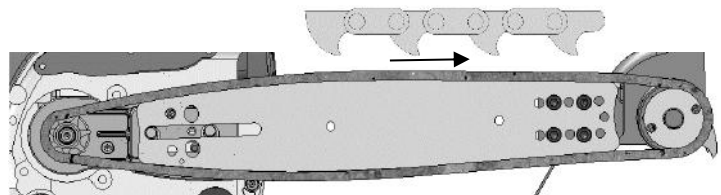

Abb. 3: Auflegen der Kette
- > Legen Sie nun die Kette um das Ritzel der Motorsäge und um das Antriebsritzel. Setzen Sie die Treibglieder in die Schiene ein. Achten Sie auf die korrekte Laufrichtung der Kette (S. Abb. 3